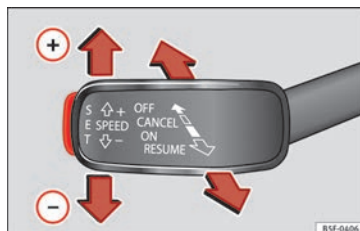

Fig. 33 Ver ubicación en la Fig. 3
- Conectar el GRA: sitúe la tercera palanca en **ON** »» fig. 33. El sistema se enciende, pero no regula por no tener programada ninguna velocidad.
- Activar el GRA: pulse el botón **SET** »» fig. 33. Memoriza y regula velocidad actual.
- Desconectar el GRA temporalmente: mueva la palanca hasta **CANCEL** »» fig. 33 y suéltela o pise el freno. La regulación se desconecta temporalmente.
- Conectar el GRA de nuevo: mueva la palanca hasta **RESUME** »» fig. 33 y suéltela. La velocidad memorizada se guarda y regula de nuevo.
- Desconectar el GRA: mueva la tercera palanca hasta la posición »» fig. 33 a **OFF**. Se desconecta el sistema y la velocidad memorizada se borra.